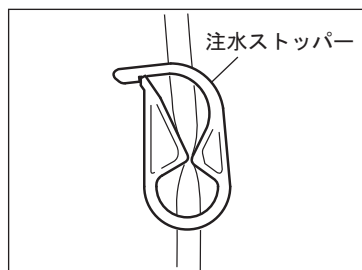

図 9
- 1) 注水チューブ針と注水ポンプの間にある、注水ストッパーを図9のように閉めます。